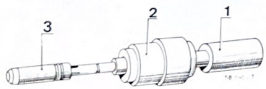

Fig. 1.30. Util preparado para introducir una guía de válvula en su alojamiento de la culata.
Para su colocación, primero escharir el alojamiento en la culata a la nueva medida. A continuación preparar el útil (fig. 1.30) introduciendo el tope (2) en el mandril en el sentido que corresponda a la guía para válvula de admisión o de escape, pues sus diámetros de tope son diferentes. Con la punta achaflanada hacia el exterior, introducir la guía (3) en la parte más delgada del mandril.